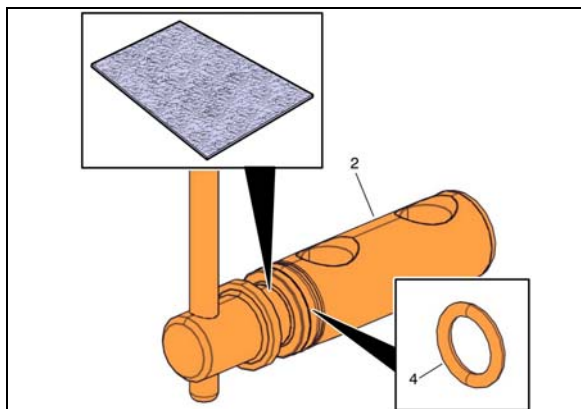

FIGURE 8: INSPECTER LE JOINT TORIQUE (4) ET LE CYLINDRE (2)
8. En utilisant un tampon de nettoyage abrasif, enlever tout débris et traces de corrosion sur le cylindre et dans le logement du cylindre (FIGURE 8).
*Remarque : Inspectez le joint torique (4) du cylindre (2) afin de détecter s'il a été endommagé par la rouille ou au moment du retrait. Remplacez le joint torique en utilisant le numéro de pièce 968725 si nécessaire. Remplacez le cylindre en utilisant le numéro de pièce 3979940 si nécessaire.*